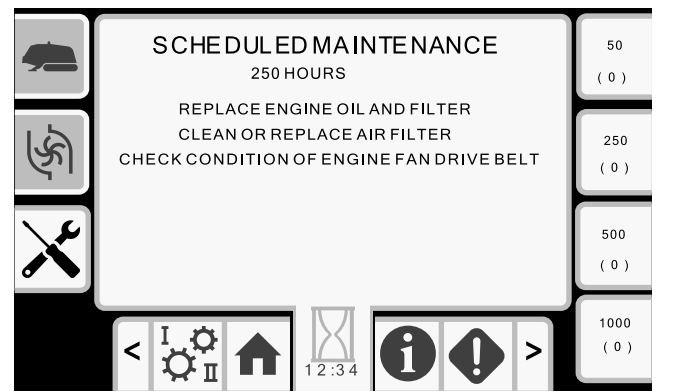

Figure 49
- Bouton 6 – calendrier d'entretien à 250 heures (Figure 49)